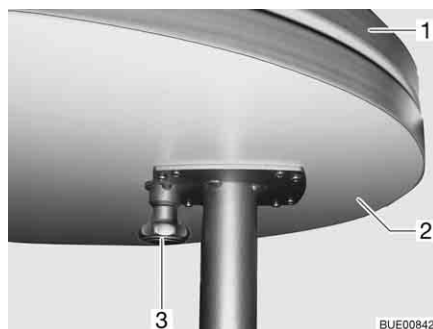
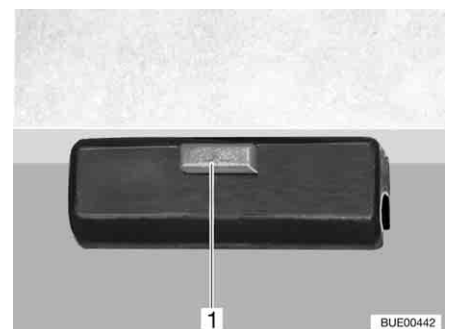

Bild 99 Ausschwenkbare Tischverlängerung
Bild 100 Verriegelung
- Knopf (Bild 99,3) der Verriegelung nach unten ziehen und Tischverlängerung (Bild 99,2) ausschwenken.
- Tischverlängerung (Bild 99,2) unter die Tischplatte (Bild 99,1) schwenken, bis die Verriegelung (Bild 100,1) hörbar einrastet.
- Verriegelung (Bild 100,1) an der Tischplatte lösen.